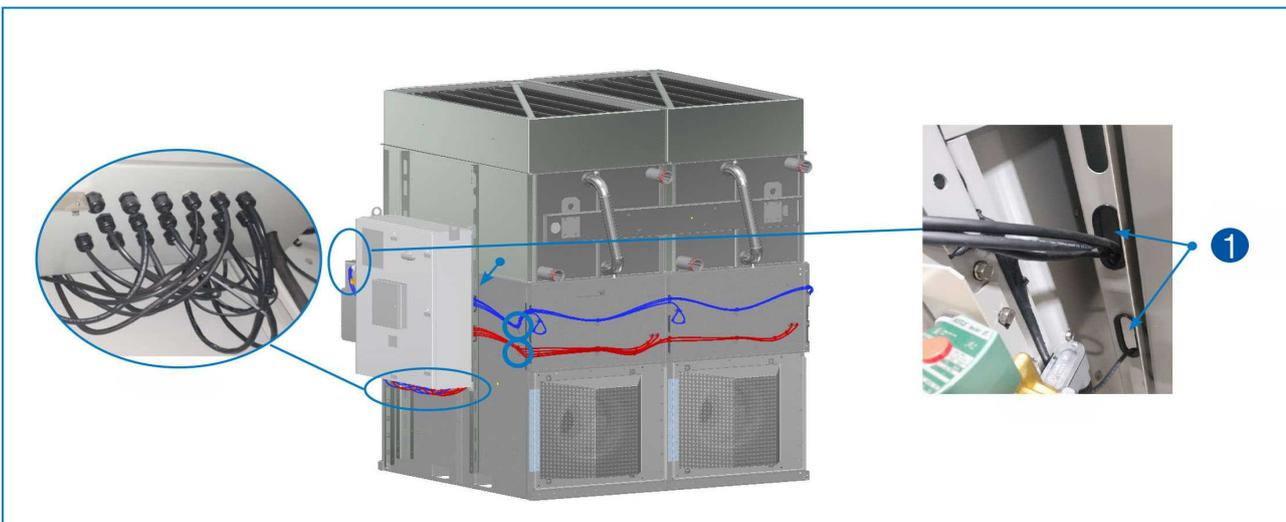

Abbildung 17 Kabel zur Konsole des iPilot™-Steuerungssystems – 1. Montagekanal mit Langlöchern mit Randstreifen.
6. Verlegen Sie das Lüfterstromkabel durch das untere Langloch mit Randstreifen am Steuerkonsolen-Montagekanal. Ziehen Sie jedes Kabel durch die jeweilige Zugentlastung unten in der Steuerkonsole und schließen Sie dann die einzelnen Steckverbinder des Kabels an die richtige Klemmleistenposition an. Siehe Abbildung 17.
7. Verlegen Sie die Lüfterkommunikations- und Komponentenkabel durch das untere Langloch mit Randstreifen am Steuerkonsolen-Montagekanal. Ziehen Sie jedes Kabel durch die jeweilige Zugentlastung unten in der Steuerkonsole und schließen Sie dann die einzelnen Steckverbinder des Kabels an die richtige Klemmleistenposition an. Siehe Abbildung 17.